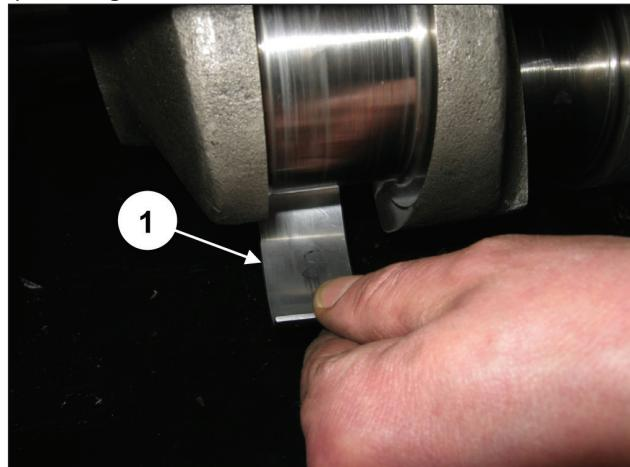

Fig. 20
Solte os três semi-rolamentos superiores das semi-bielas (pos. ①, Fig. 20).